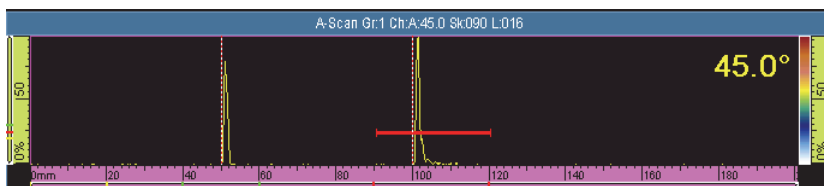

Рис. 5-4 Установка строба на второй сигнал
- a) В параметрах **Начало** и **Ширина** введите значения для строба А для второго сигнала, как это было сделано для первого сигнала (см. Рис. 5-4 на стр. 118).